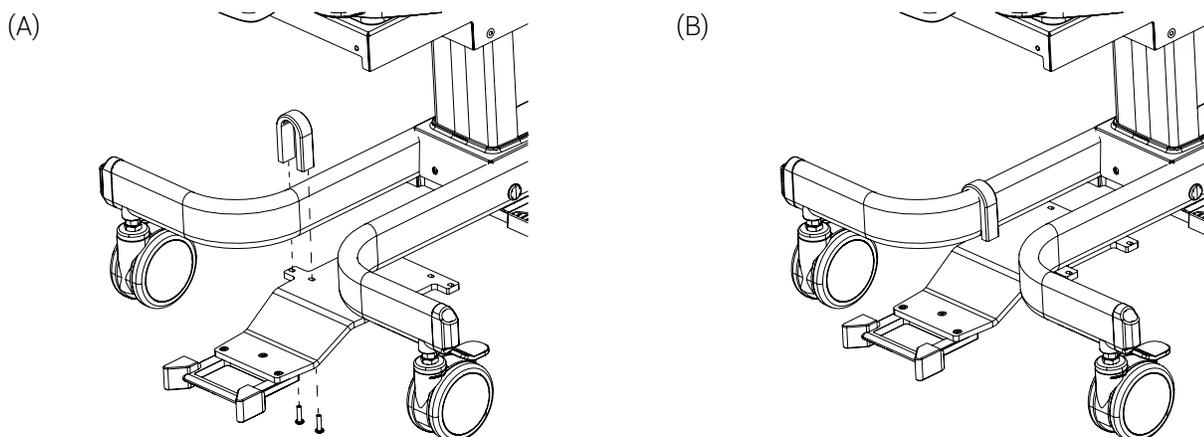

**Figure 16 :** Trous de fixation du dispositif d'accouplement THS de l'incubateur Babyroo TN300
**REMARQUE :** Le dispositif d'accouplement THS de l'incubateur Babyroo TN300 (Figure 16) peut être installé sous la base de l'incubateur côté tête et/ou côté pied, selon vos besoins spécifiques.